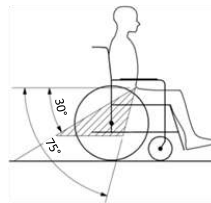

fig. 32
- Le cinture di ritenuta dell'autoveicolo devono essere posizionate sull'utente in modo che la cintura addominale si trovi ad un angolo compreso tra 30° e 75° rispetto al piano orizzontale. È preferibile che la cintura abbia un'angolazione pronunciata, ma non superiore a 75° (fig. 32 a pag.20).